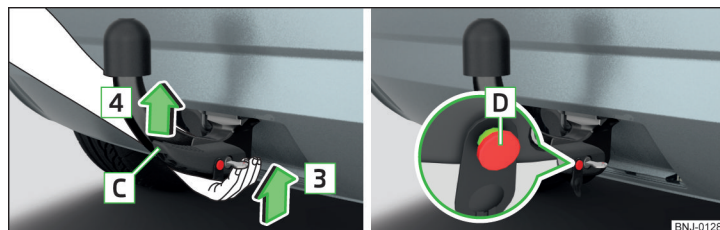

Fig. 155 Colocar barra de cabeza esférica / perno de desbloqueo en el estado desplegado
- Agarre la barra de cabeza esférica **desde abajo** » fig. 155 y encájela en la cavidad de alojamiento siguiendo el sentido de la flecha **3** hasta que se encastre de forma audible » **I**.